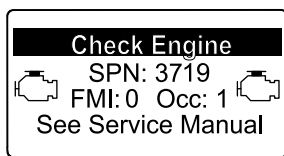

Bild 59
- Motorwarnung SPN 3719, FMI: 0 (Bild 59)